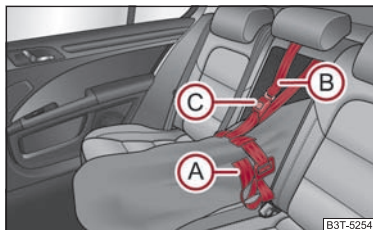

Fig. 115 Seguridad de la bolsa de gran longitud
- Fije la banda de tracción (A) ⇒ fig. 115 en el extremo libre alrededor de los esquís delante de las fijaciones.
- Pase la banda de seguridad (B) por el orificio en el respaldo, alrededor de la parte superior del respaldo.
- Introduzca la banda de seguridad (B) en la cerradura (C) hasta que se escuche el encastre.